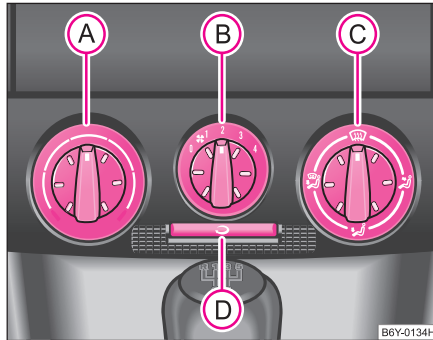
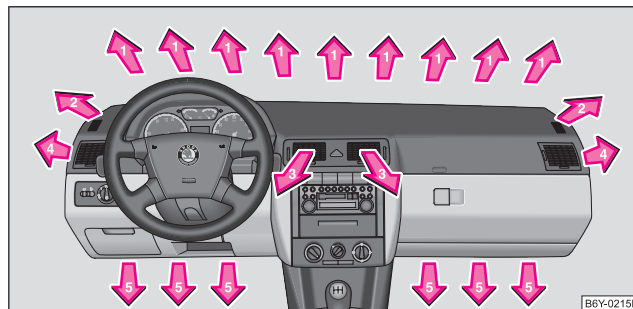

Fig. 85 Încălzirea: Elementele de comandă
Fig. 86 Gurile de ventilație a aerului
- Rotiți regulatorul rotativ (A) ⇒ fig. 85 spre dreapta pentru a mări temperatura.
- Rotiți regulatorul rotativ (A) spre stânga pentru a reduce temperatura.
- Regulatorul rotativ (A) ⇒ pagina 93, fig. 85 spre dreapta până la limită,
- Comutatorul (B) în poziția 4,
- Regulatorul distribuției aerului (C) în poziția ,
- Gurile de ventilație 4 ⇒ pagina 95, fig. 86 deschise și îndreptate spre geamurile laterale.
- Regulatorul rotativ (A) ⇒ pagina 93, fig. 85 spre stânga până la limită ►
- Comutatorul (B) în poziția dorită.
- Regulatorul distribuției aerului (C) în poziția .
- Gurile de ventilație 3 și 4 ⇒ pagina 95, fig. 86 deschise.
⇒ pagina 93, fig. 85.
Când regulatorul (C) se află în poziția  ⇒ pagina 93, fig. 85, recircularea aerului este oprită automat.
Admisia aerului prin fiecare gură de ventilație se reglează de la regulatorul  ⇒ pagina 93, fig. 85. Gurile de ventilație 3 și 4 se pot deschide și închide separat.
Prin gurile de ventilație deschise este admis aer încălzit sau rece, în funcție de poziția regulatorului  ⇒ pagina 93, fig. 85 și de condițiile climatice. ■